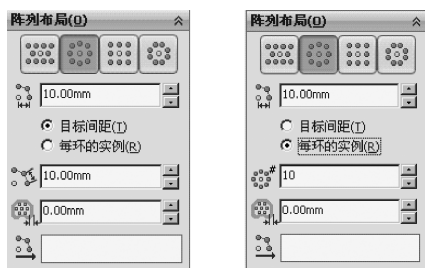

图 3-48 单击【圆周】按钮
- ② （圆周）：生成圆周形阵列，其参数如图 3-48 所示。